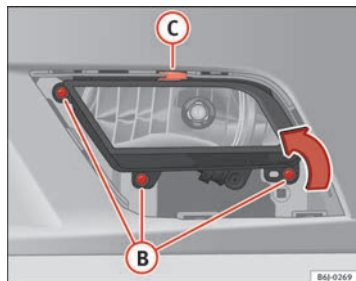

Fig. 167 Faro antiniebla
- Retire los tornillos (3x) ⇒ fig. 167 (B) para extraer el faro antiniebla.
- Retire la grapa metálica situada en la parte superior del faro antiniebla tirando hacia el exterior del vehículo ⇒ fig. 167 (C). ■